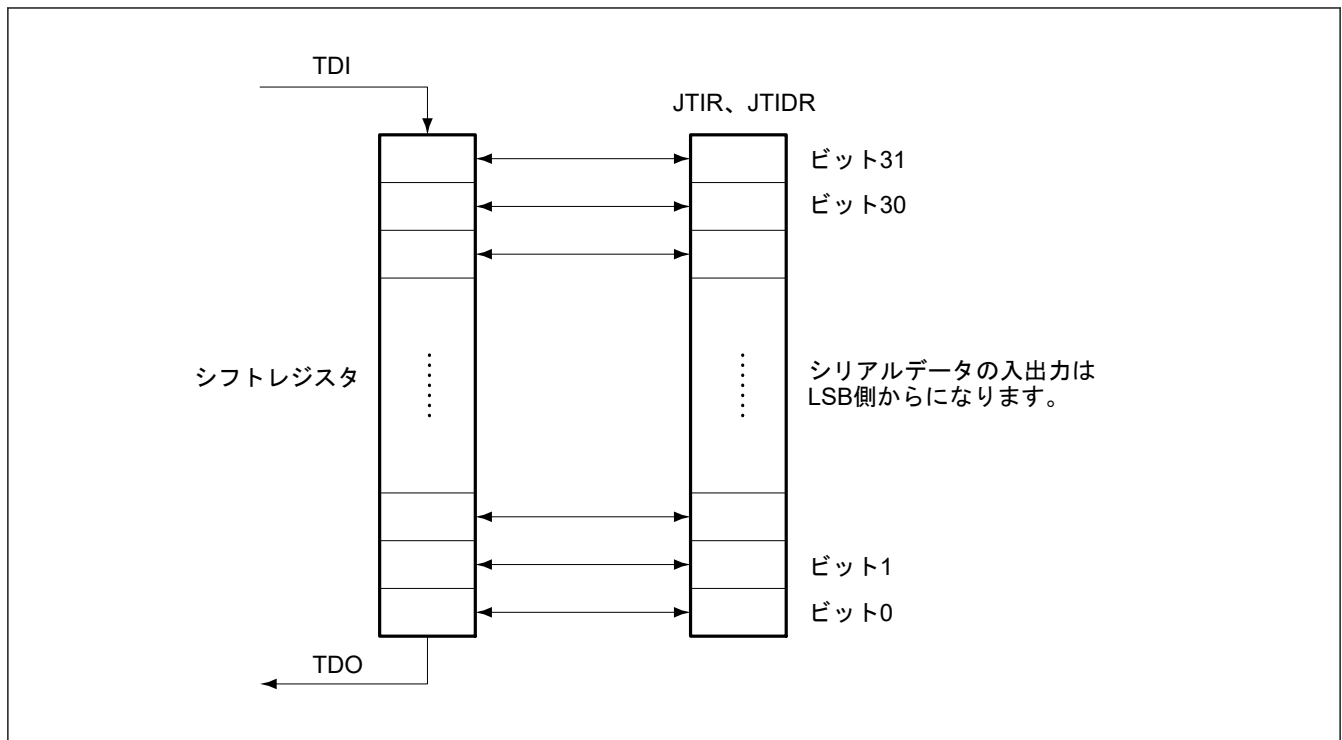

図 36.3 シリアルデータ入出力
- 図 36.3 で示すとおりシリアルデータは LSB 側から入出力します。